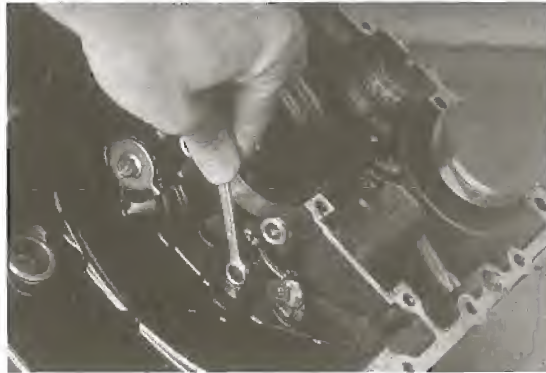

Bild 142
- Befestigungsschraube der Ölleitung ausdrehen (Bild 142) und Ölleitung entnehmen.